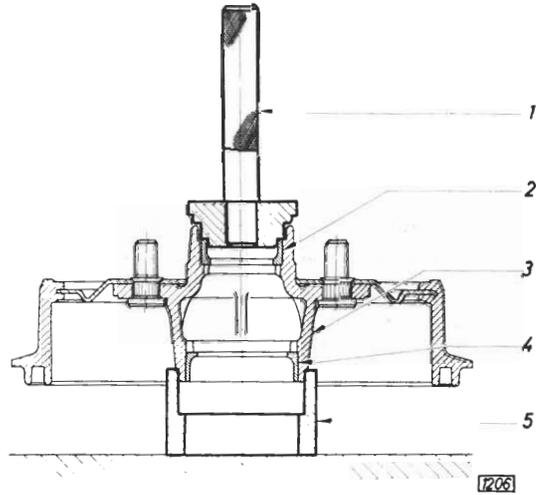

Bild 102 - Äußeren Laufring des äußeren Radlagers in Radnabe einpressen
1. Laufringe (102/4 und /2) des inneren und äußeren Radlagers mit Einpreßdorn SW-70 (102/1) bis zur satten Auflage in die ausgewaschene und gut gereinigte Vorderradnabe einpressen. Die Nabe ist, wie in Bild 102 gezeigt, auf das Werkzeug SW-322 aufzusetzen.